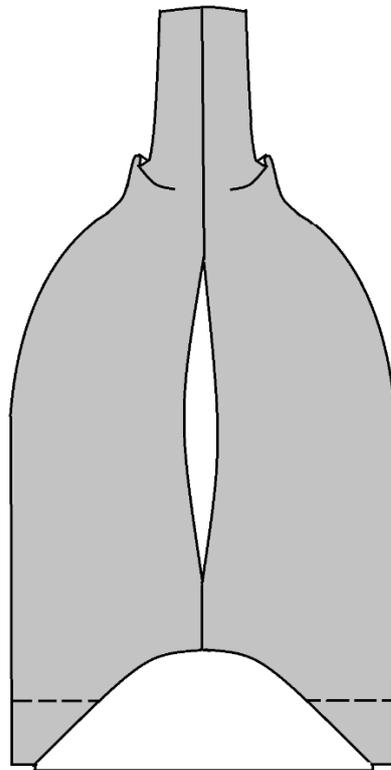

Рисунок 1 – Фрагмент платья. Правый рукав
Второй этап: Моделирование фрагмента заданной модели «**Правый рукав**» женского платья (стр. 8, рис. 1) в натуральную величину и изготовление лекал
Третий этап: Изготовление (пошив) образца фрагмента заданной модели (стр. 8, рис. 1) женского платья.
1) *Внешний вид фрагмента заданного изделия должен полностью соответствовать техническому рисунку модели и художественно-техническому описанию (стр. 3, табл.1), рисунку фрагмента (стр. 8, рис. 1) и техническим требованиям в п.п.2.2 (при их наличии).*
Заданный фрагмент модели женского платья для разработки лекал и пошива «Обработка ПРАВОГО РУКАВА» (рис. 1)